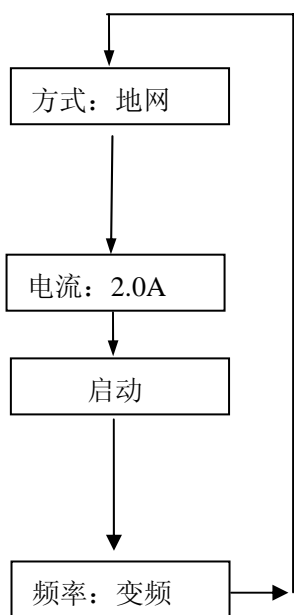

图 4
3.2、按 ► 键可移动光标至各菜单项，并循环指示。被选中项反白字体显示。选择键的流程见图 4 所示。